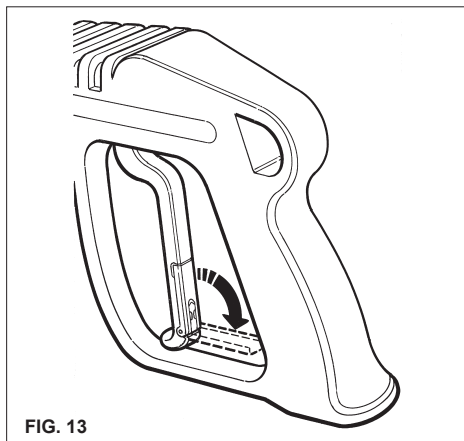

FIG. 13
- Når høytrykksvaskeren ikke er i bruk stenger du sikkerhetsinnretningen på håndtaket (fig. 13).